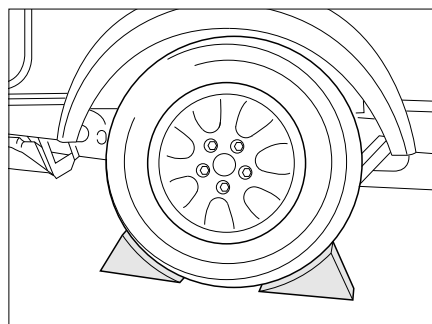

Bild 183 Fahrzeug sichern
- Bremsklötze oder ähnliche geeignete Gegenstände am gegenüberliegenden Rad unterlegen, um das Fahrzeug zu sichern (Bild 183).